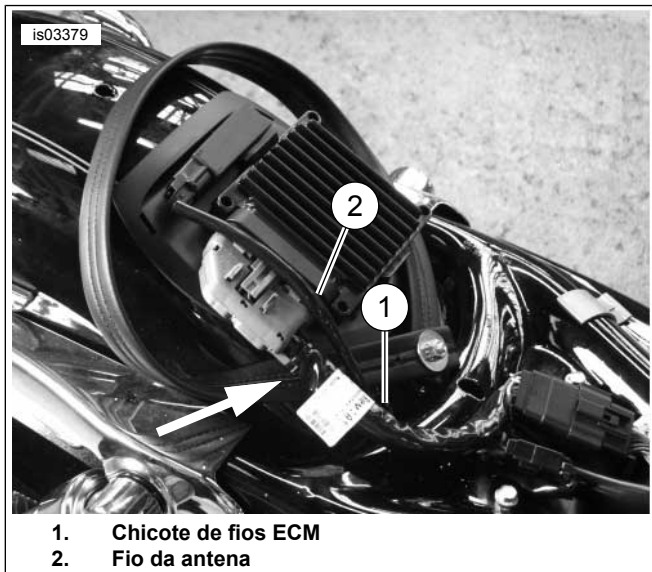

Figura 5. Direcionando a tira de apoio por baixo dos fios (anos 2007 a 2009)
2. Veja Figura 5. *Modelos anos 2007 a 2009*: Direcione a tira de apoio por baixo do chicote de fios ECM (1) e do fio da antena (2). É importante direcionar a tira de apoio **por baixo** do chicote de fios e do fio da antena para que ela não interfira com a fiação. Se a tira de apoio for direcionada sobre os fios, pode ocorrer contato quando o assento for completamente instalado. *Todos os demais modelos*: Dê uma volta com a tira de apoio ao redor do topo do para-lama traseiro.